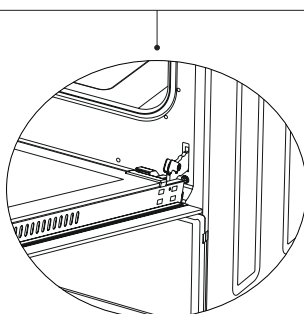

Figura 14.2
2. Abra a dobradiça o mais possível, conforme ilustrado na figura 14.2. Colocar as duas dobradiças que ligam a câmara de cozimento à porta na mesma posição.